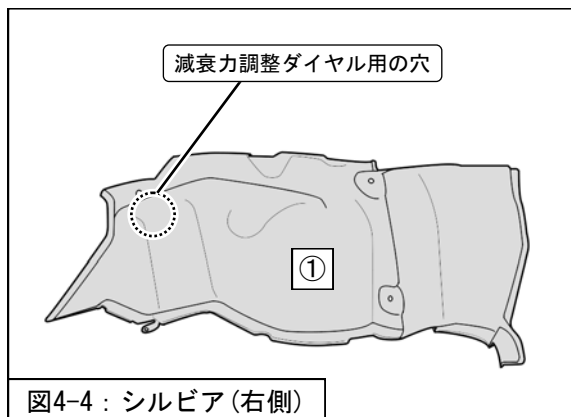

図4-4：シルビア (右側)
①トランクルームサイドフィニッシャーを車両に取付け、シャフトの延長線上となる位置に減衰力調整ダイヤル用の穴を開けてください。(図4-4)
シルビアの場合：リアの減衰力調整は、減衰力調整ダイヤル上部のトランクルームサイドフィニッシャーに減衰力調整ダイヤル用の穴を開け行ってください。（図4-4）